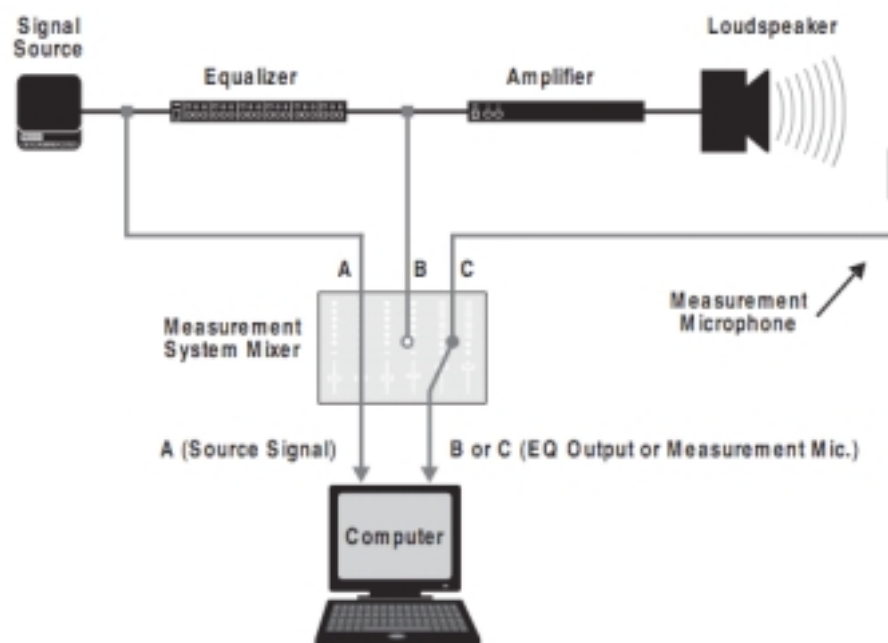

Bild 4-10 Aufbau zum Messen und Filtern eines Lautsprechers
Verbinden Sie die folgenden Komponenten wie in Bild 4-10 abgebildet:
1. Stellen Sie das Mischpult so ein, dass das Eingangssignal A (Bild 4-10) zum Referenzeingang und C zum Messeingang von Smaart geroutet wird. Der Ausgang des Equalizer (Eingang B) wird erst später benötigt und sollte deshalb entweder stumm oder ausgeschaltet sein.
1. Verbinden Sie das System wie in Bild 4-10 dargestellt. Dies erlaubt die Benutzung des EQ ohne die Eingangskanäle am Computer zu tauschen.